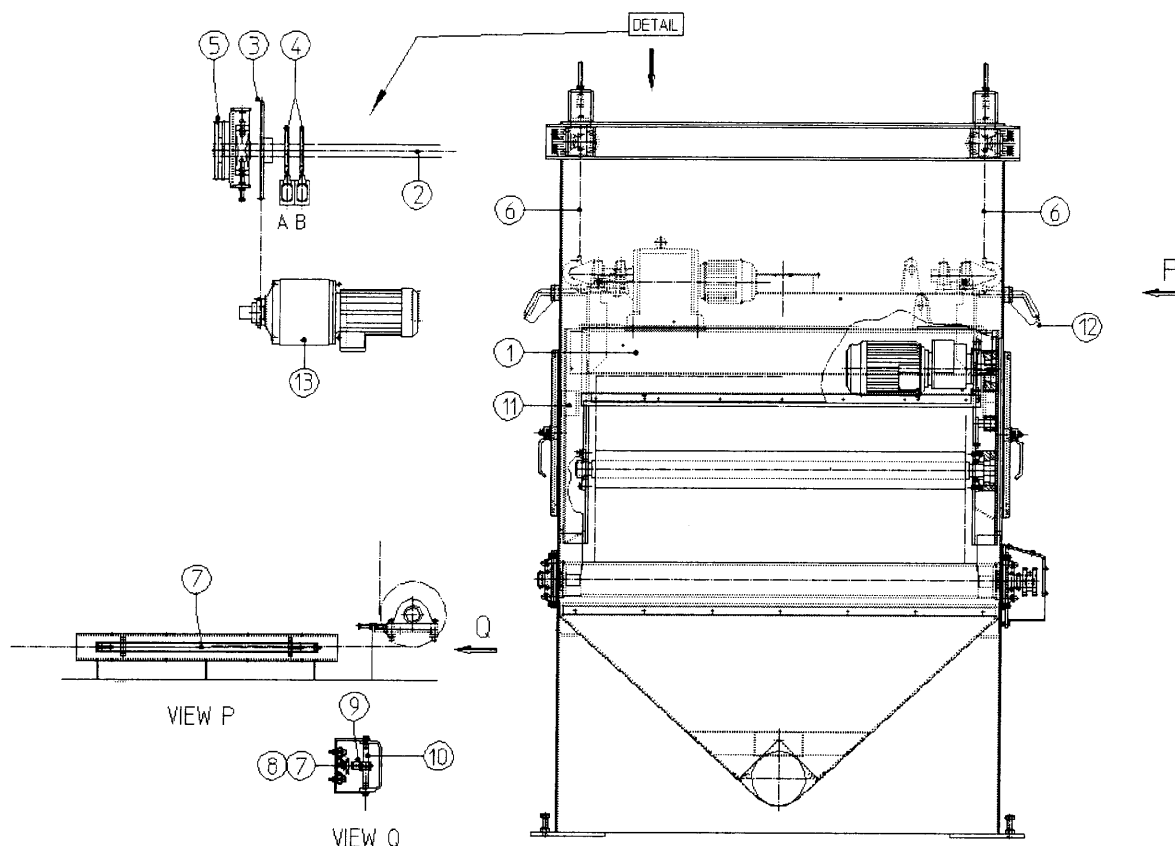

fig. 2
Ansicht P fig. 2:
Auf dem Bürste/Abblaserahmen sind zwei Endschalers 4A und 4B eingebaut jedem mit einem Nocken auf der Antriebswelle-Bürsteverstellung fig. 2:
6. Die Funktionstaste K12 betätigen und die Bürste wird angehoben bis der Endschalter vom Schaltnocken 4A (Fig.2) Bürste in oberste Position angefahren wird und die Bürste ist auf ca. 475mm höhe referiert.
- 1) Wird die Bürste weiter abgesenkt als 5mm Bürstehären unter die Oberseite der Transportroller oder bis zum Anschlagprofil 11 (Fig.2) dann muß das referieren anschließend neu eingeleitet werden.